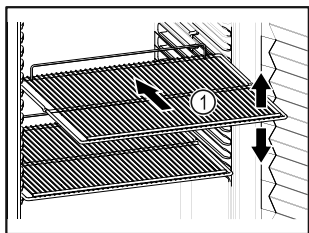

Fig. 62 Atvaizdo pavyzdys
- ☐ Jei pastatymo groteles Fig. 62 (1) galima perkelti, pritaikykite atsižvelgdami į aukštį.